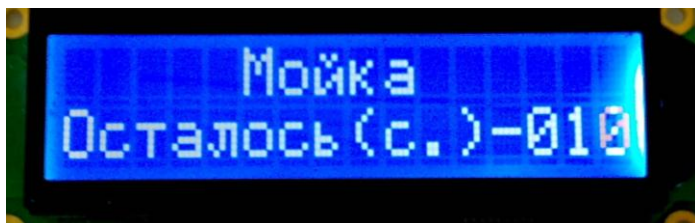

Рис. 7.1.
5.4. Мойка работает по трем программам длительностью 20, 40, 60с выбираемой в зависимости от степени загрязнения колеса. Во время процесса мойки дисплей отображает количество секунд, оставшихся до конца выполнения программы (рис. 7.1).